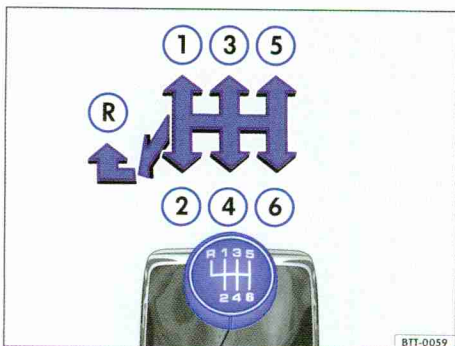

Fig. 123 Grille des vitesses de la boîte mécanique à 5 ou 6 vitesses.
Les positions des différentes vitesses sont représentées sur le levier de vitesses ⇒ fig. 123.
- Amenez le levier de vitesses au maximum vers la gauche puis poussez-le en avant dans la position de la marche arrière ⇒ page 178, fig. 123 (R).